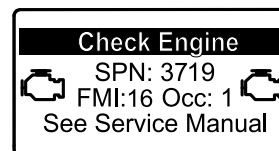

Figura 46
- Se è necessaria una rigenerazione parcheggiata, viene visualizzata un'avvertenza motore nell'InfoCenter SPN 3719, FMI 16 (Figura 46) e il computer riduce la potenza del motore all'85%.